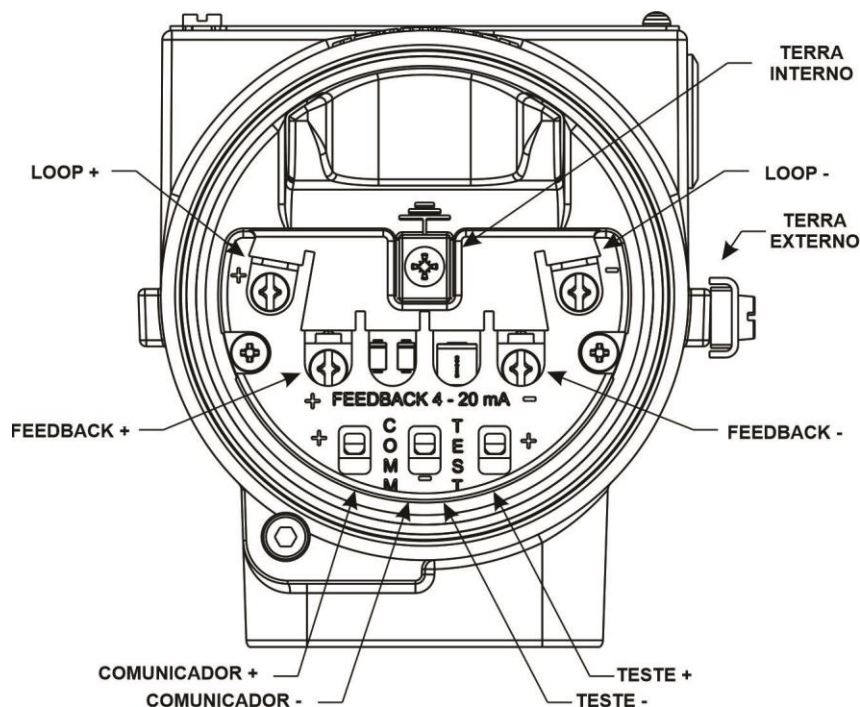

Figura 1.23 – Bloco de Terminais (borneira)
2. Conecte o terminal positivo do medidor de teste ao (TEST +) e o terminal negativo do medidor de teste ao (TEST –), conforme mostrado na Figura 1.23.
2. Encaixe os conectores (tipo garra ou pinça) da interface HART aos terminais COMM ou aos terminais de parafusos (+) e (-), no bloco de terminais do FY500, conforme mostrado na figura 1.23.